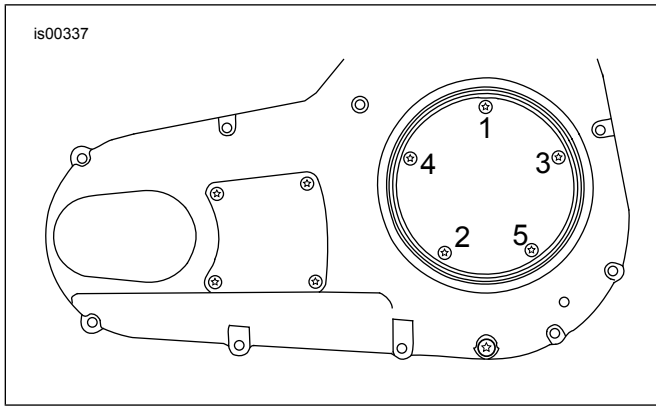

Figura 1. Secuencia de apretado, cubierta de inspección del embrague
5. Instale la junta y la cubierta de inspección del embrague (1) en la cubierta del guardacadena primario usando los tornillos y las arandelas del kit. Apriete los tornillos a 10–12 N·m (84–108 **in-lbs**) en la secuencia que se muestra en la Figura 1.